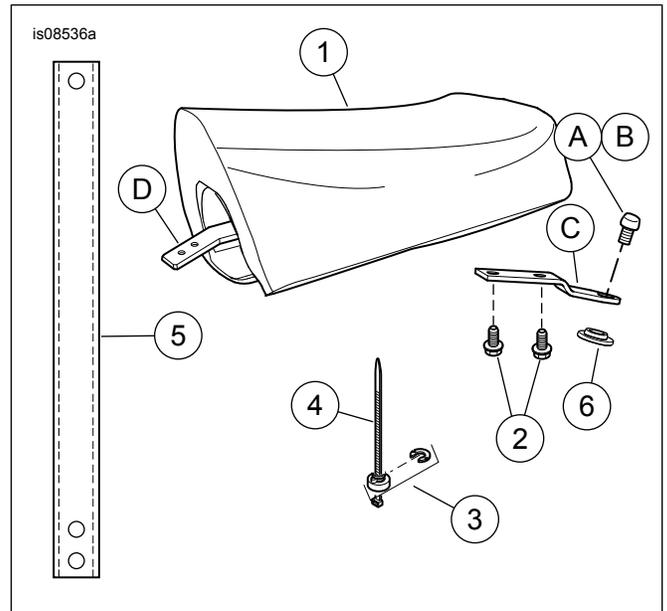

Figure 5. Pièces de rechange : Siège du passager XL
Voir Figure 5 et Tableau 1.
8. Voir Figure 5. Fixer le support de selle (B) déposé à l'étape 1 sur le siège du passager à l'aide des vis à collet (2) incluses dans ce kit. Serrer au couple de 4,5–6,8 N·m (40–60 in-lbs).